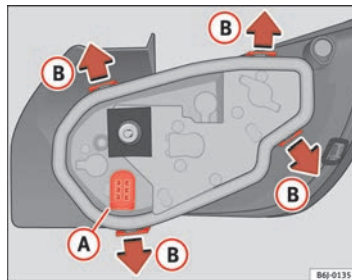

Fig. 145 Cambio lampade luci posteriori
- Togliere il portalampada, separandolo dalla scatola. Premere sulle linguette **B** nel senso indicato dalle frecce ⇒ pag. 229, fig. 145.